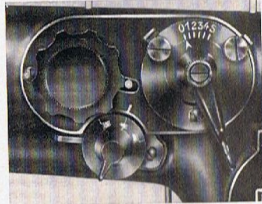
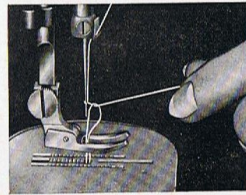
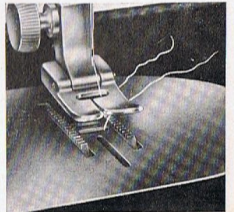

Abb. 16
Abb. 17
Abb. 18
Die Einstellung des Oberstichhebels und des Anschlaghebels, die zum Herstellen von geraden Nähten notwendig ist, zeigt Abb. 16 Seite 14. Zum Nähen hole man zunächst den Unterfaden herauf. Man halte hierzu das Ende des Oberfadens lose in der linken Hand und drehe mit der rechten Hand das Handrad auf sich zu, bis die Nadel unter Nachgeben des mit der linken Hand gehaltenen Unterfadens herunter und wieder auf ihren höchsten Punkt gegangen ist und der Fadenanzughebel P, Abb. 19, ebenfalls auf seinem höchsten Punkt steht. Durch Anziehen des Oberfadens befördert man den Spulfaden an die Oberfläche, wie in Abb. 17 gezeigt. Dann lege man beide Fäden unter den Presserfuß, und zwar schräg, auf den Transporteur nach links oder rechts, je nachdem, auf welche Seite der Nadel das Nähgut gelegt wird, so daß beim Senken des Presserfußes die Fäden zwischen Transporteur und Presserfuß festgeklemmt werden (s. Abb. 18).
**Das Wegnehmen der Arbeit.** Man halte die Maschine an und achte darauf, daß der Fadenanzughebel P, Abb. 19, seine höchste Stellung einnimmt. Dann stelle man den Presserfuß S nach oben, ziehe den Stoff nach links hinten weg, schneide die Fäden mit dem Fadenabschneider R, Abb. 19, ab und lege sie wieder, wie in Abb. 18, Seite 15, gezeigt, schräg über den Transporteur T nach hinten.